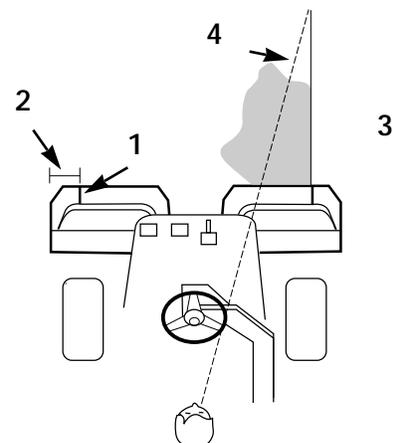

Bild 13
2. Entweder einen Streifen von weißem Klebeband oder eine Line mit weißer Farbe parallel mit der äußeren Kante jedes Korbes anbringen (Bild 13).
3. Bei erneuten Überläufen so wenig wie möglich überlappen. Um gerade Spuren über den Rasen zu hinterlassen, die Maschine immer im gleichen Abstand vom Rand des vorigen Schnitts halten und einen imaginären Richtpunkt 2 bis 3 Meter vor der Maschine auf der ungemähten Rasenfläche halten (Bild 13 & 14). Gewissen Personen fällt es leichter, den äußeren Rand des Lenkrads mit in das Blickfeld aufzunehmen, d.h. den äußeren Rand des Lenkrads mit einem Punkt abzustimmen, der immer im gleichen Abstand vor der Vorderseite der Maschine liegt (Bild 13 & 14).